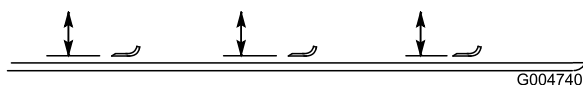

Figure 86
2. Tournez la lame dans le sens longitudinal (Figure 86). Mesurez la distance entre l'intérieur du plateau de coupe et le tranchant à l'avant de la lame. Notez cette valeur.